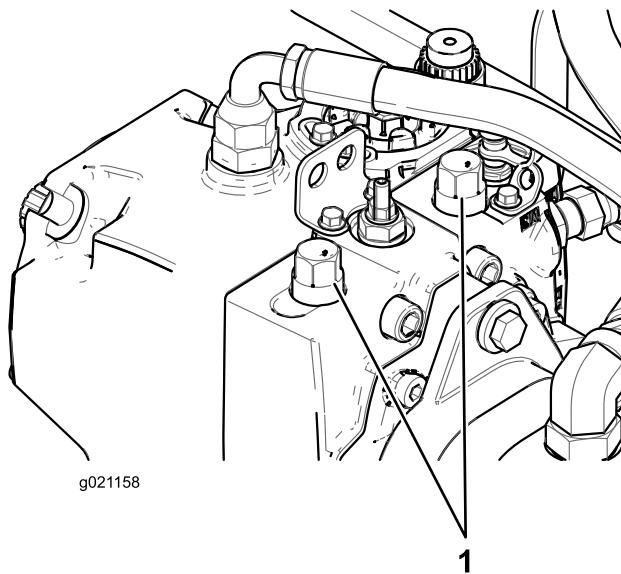

Figure 36
- Soulevez le capot et localisez les vannes sur la pompe (Figure 36).